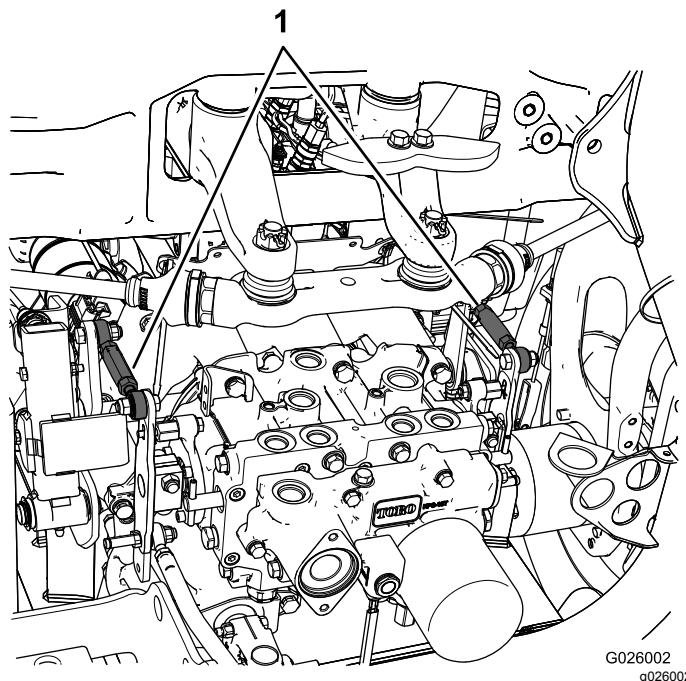

Рисунок 49
- Если вращается левое колесо, отпустите зажимную гайку на левой тяге управления трансмиссией (Рисунок 49).